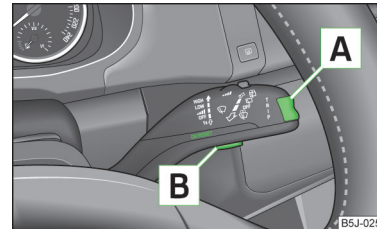

Abb. 5
Das Umschalten der Speicher erfolgt mit der Taste » Abb. 5 auf Seite 14 am Scheibenwischerhebel.
Die Wipptaste für die Wahl der Menüpunkte » Abb. 5 sowie die Bedientaste befinden sich am Scheibenwischerhebel.
› Kurz auf die Wipptaste » Abb. 5 oben oder unten drücken. Dadurch werden die einzelnen Menüpunkte der Multifunktionsanzeige nacheinander geöffnet.
› Die Taste » Abb. 5 antippen.
- › Die Taste » Abb. 5 länger drücken.
- › Mit der Taste **[A]** » Abb. 5 auf Seite 14 den Menüpunkt **Warnung bei** (MAXI DOT-Display) bzw. ⊖ (Segmentdisplay) wählen.